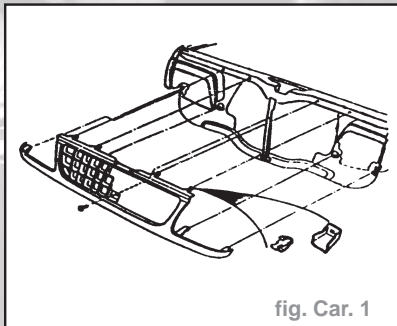

fig. Car. 1
- les vis du centre de la calandre (fig. Car. 1).